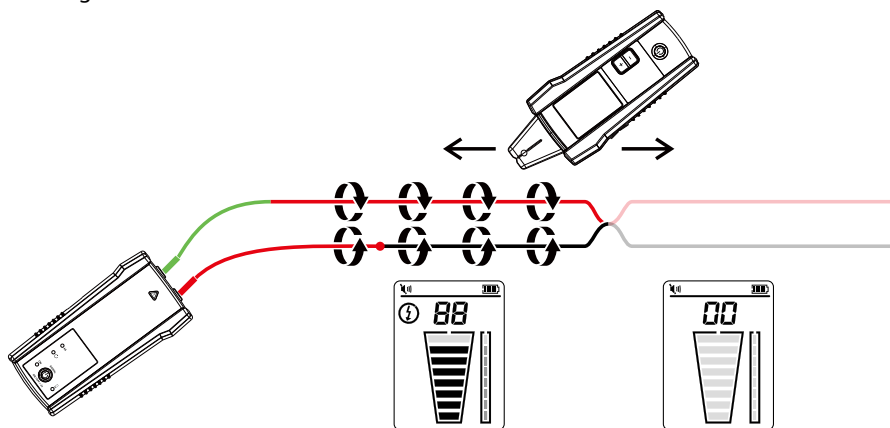

Fig. 4.3: Sporing af en ledning for at finde kortslutninger
1. Forbind senderen med testkablerne til kredsløbet som vist i fig. 4.3.